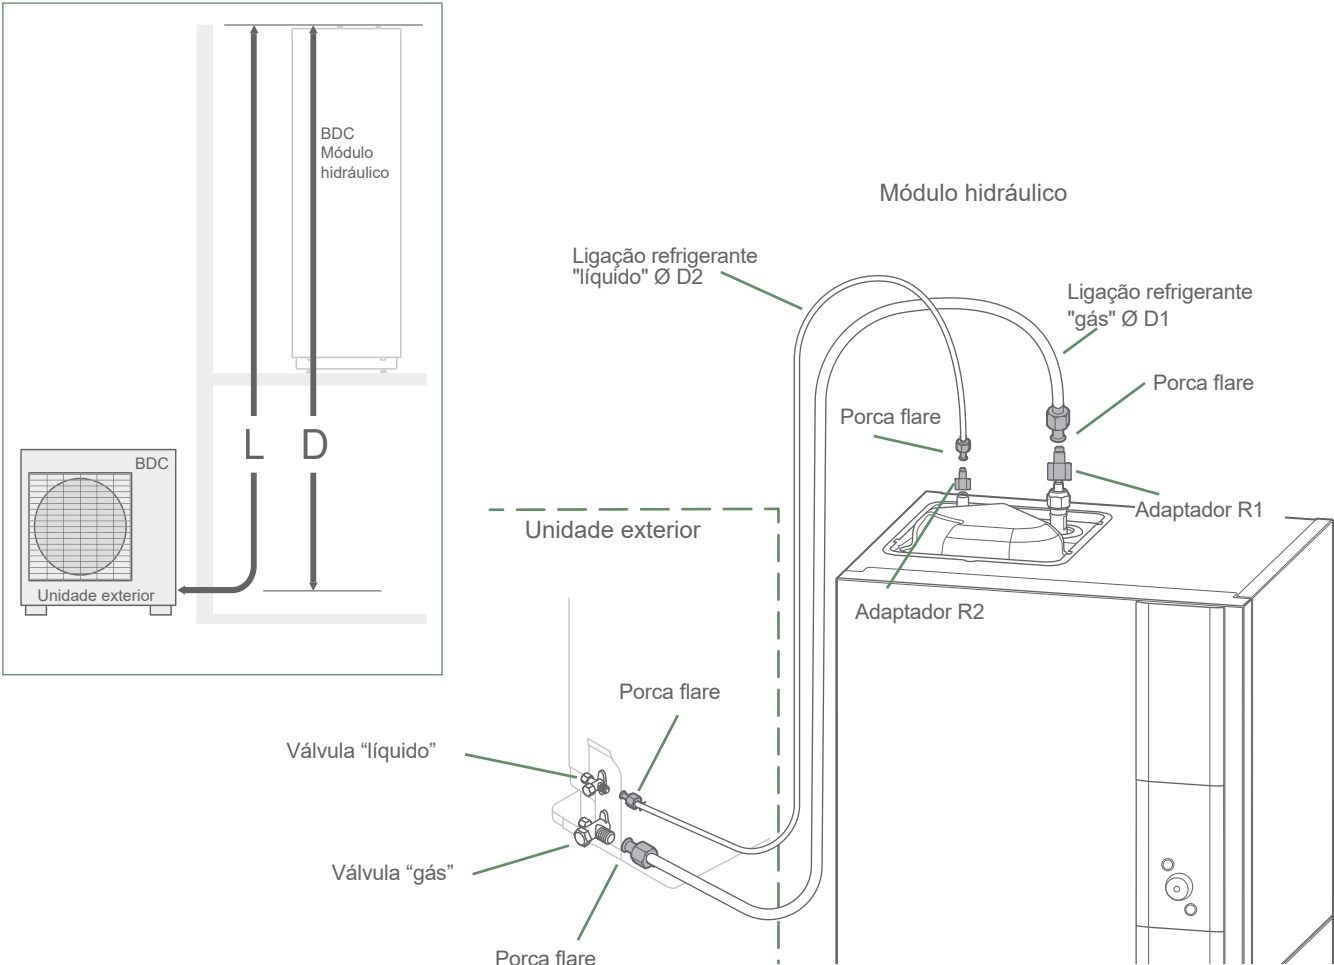

fig. 31 - Conexão das ligações refrigerantes (diâmetros e comprimentos permitidos).
- Consoante o caso, ligar um adaptador (redução) 1/4" - 3/8" ou 1/2" - 5/8" (ver *fig. 31*).